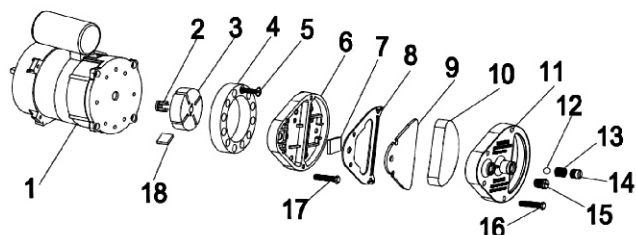

Fig. 2
Rengör luftfilter. Ta bort filterkåpan (11), tvätta insugsfiltret (10) med ett mildt rengöringsmedel och torka noggrant innan återmonteringen. Byt ut filtret till lufttillförseln (9) en gång per år (se Fig. 2).